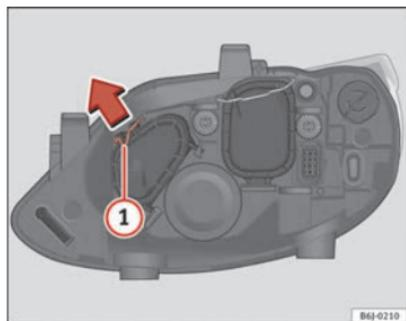

Fig. 153 Abbaglianti
- Far scorrere il tirante ① nel senso della freccia e sfilare la chiusura ⇒ fig. 153.